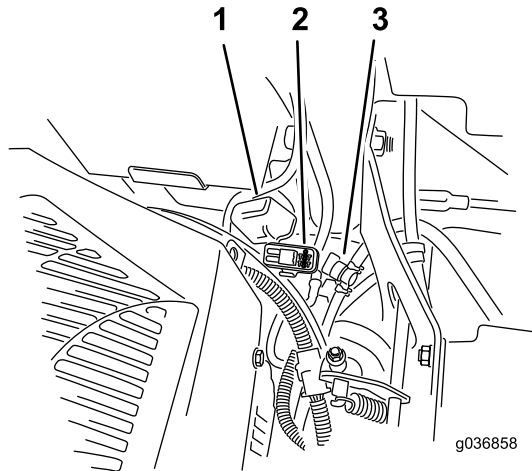

Bild 56
Hinweis: Achten Sie bei Maschinen des Typs MyRide darauf, dass das Erdungskabel nicht am Längslenker oder an der unteren Stoßdämpferbrücke scheuert (Bild 56).
Die Sicherungen befinden Sie rechts am Armaturenbrett neben dem Sitz (Bild 56).
2. Setzen Sie eine neue Sicherung ein (Bild 56).